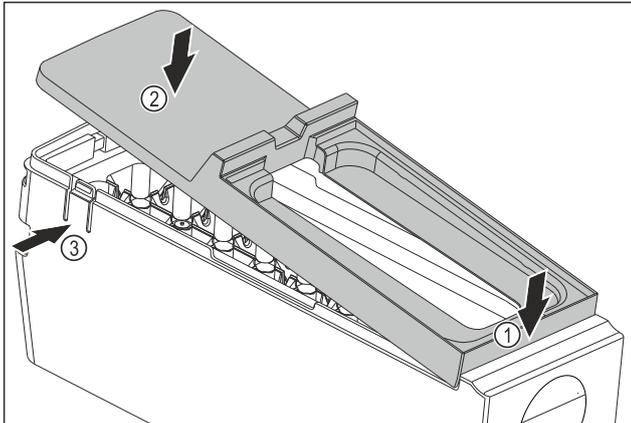

Fig. 144
- ▶ Montare la copertura del corpo dell'EasyTwist-Ice: Applicare la copertura sul davanti. Fig. 144 (1)
- ▶ Abbassare la copertura sul retro. Fig. 144 (2)
- ▶ La copertura si innesta in entrambe le linguette Fig. 144 (3) in modo udibile.